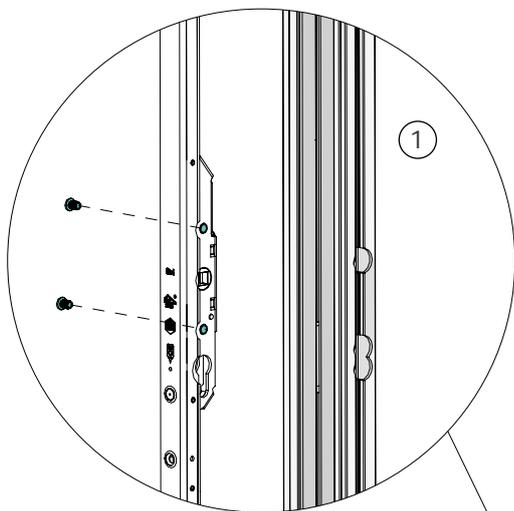

Fig. 1
- ① Pour monter la poignée sur des serrures non motorisées, les douilles filetées doivent être montées sur le boîtier de la serrure (voir la fig. 1). Avec les serrures motorisées, cette étape n'est pas nécessaire.